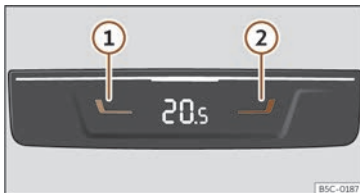

Fig. 110 Na parte traseira da consola central: mandos para as prazas traseiras.
- Prema as teclas ① e ② >>> **fig. 110** para axustar a temperatura da zona posterior.